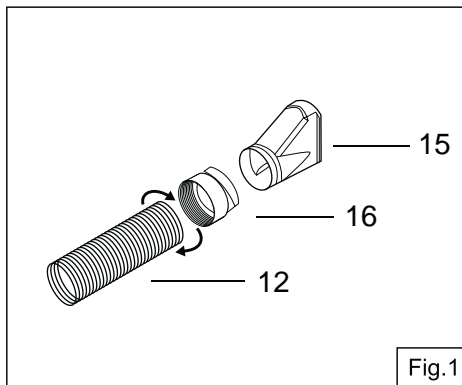

Fig.1
1. Insérez une extrémité du tuyau d'évacuation de chaleur (12) dans le connecteur d'évacuation (16). Fixez la buse d'évacuation (15) au connecteur (16). (Fig.1)